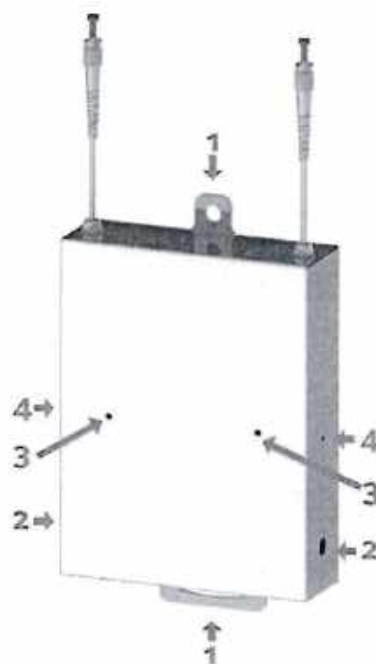

Рисунок 3
2.3.2.3 Винты 2 (рисунок 3) выкрутить полностью и достать;